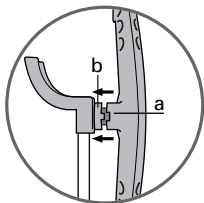

fig.8
3. Encaje las muescas de las partes (a) y (b) en la posición que desee - fig.8. El soporte con pinzas es móvil y puede bloquearse en altura para adaptarse perfectamente a las diferentes longitudes de las prendas cuyas arrugas se van a eliminar.